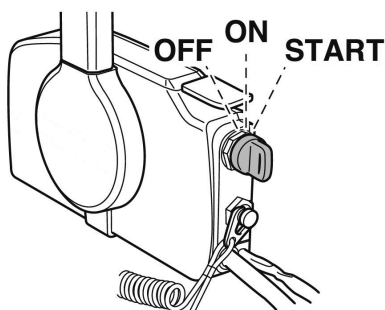

Рис. 26 Положения ключа зажигания
Система зажигания управляется ключом зажигания. Положения ключа зажигания показаны на Рис. 26.
1. Переведите ключ зажигания в положение ON (Рис. 26).
1. Переведите ключ зажигания в положение OFF (Рис. 26). Двигатель должен остановиться.